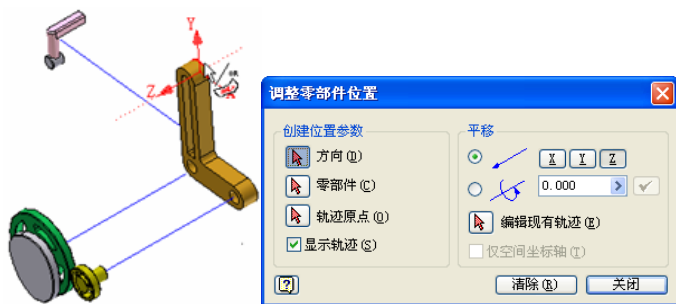

图 5-66 坐标系的预览
(2) 需要创建位置参数，包括选定方向、零部件、轨迹原点，以及是否需要显示轨迹。当鼠标在零部件上移动时，出现一个坐标系的预览，如图 5-66 所示，在要调整位置的零件上单击以创建一个坐标系，则可以设定零部件将沿着这个坐标系的某个轴移动。